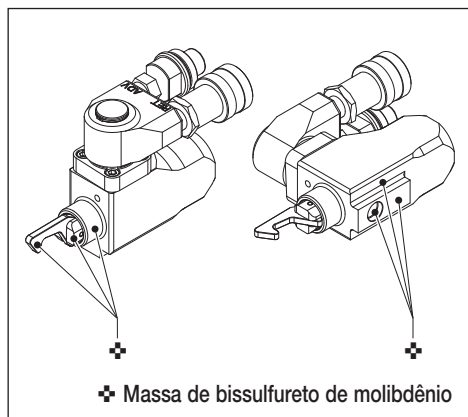

Fig. 13
5.2 Manutenção preventiva - Conexão Giratória Hidráulica e Unidade de acionamento (fig. 13 e 14)